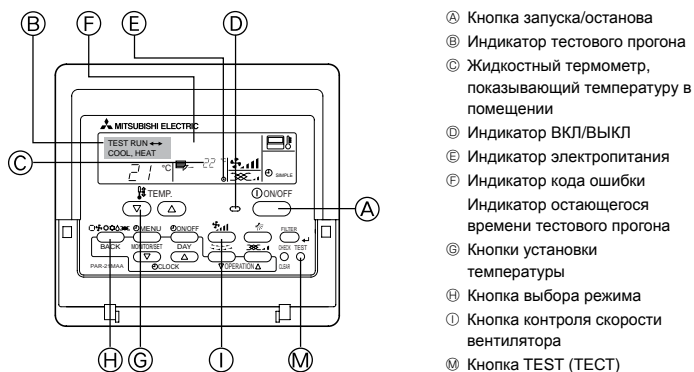

Fig. 6-1
6.2.1. Использование проводного пульта дистанционного управления (Fig. 6-1)